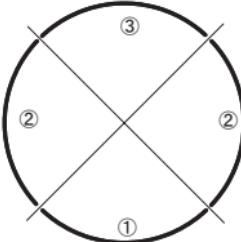
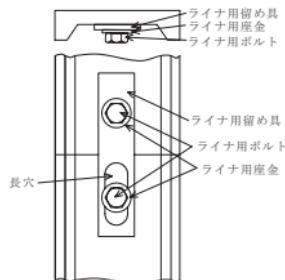
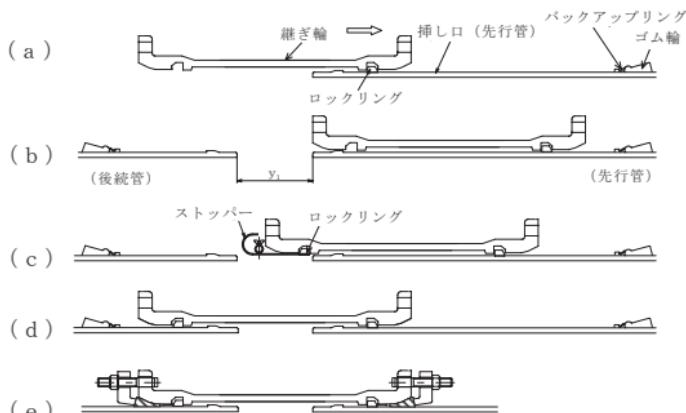

図 35 ライナの組み立て方法
図 36 ライナ用留め具、ライナ用ボルト、ライナ用座金
図 43 継ぎ輪の施工手順(せめ配管の場合)
② ライナは図 35 に示す組み立て順番 (①→②→③) で、ライナ用留め具、ライナ用ボルト、ライナ用座金を用いて連結する (図 36 参照)。
を引き抜く。(図 43 (a) 参照)。
(5) 継ぎ輪をスライドさせる(図 43 (b))。
(6) 後続管の挿し口にゴム輪、バックアップリングをセットする。
(7) 後続管を据え付ける。その際、両挿し口端の間隔を表 10 の y_1 寸法になるように後続管の長さをあらかじめ調整(切管)する(図 43 (b))。
(8) 図 43 (c) の位置に継ぎ輪をスライドさせ、継ぎ輪の後続管側受口にロックリングをセットする。このとき、ロックリングは、荷締機などで絞ると受口内に入れ易い(図 36)。
(9) 継ぎ輪の後続管側受口のロックリングを拡大し、ストップをセットした後、継ぎ輪を後続管に預け入れ、ストップを引き抜く。(図 43 (d))。
(10) 押輪、ゴム輪、バックアップリング、ボルト・ナットを直管受口と同じ要領で接合する(図 43 (e))。